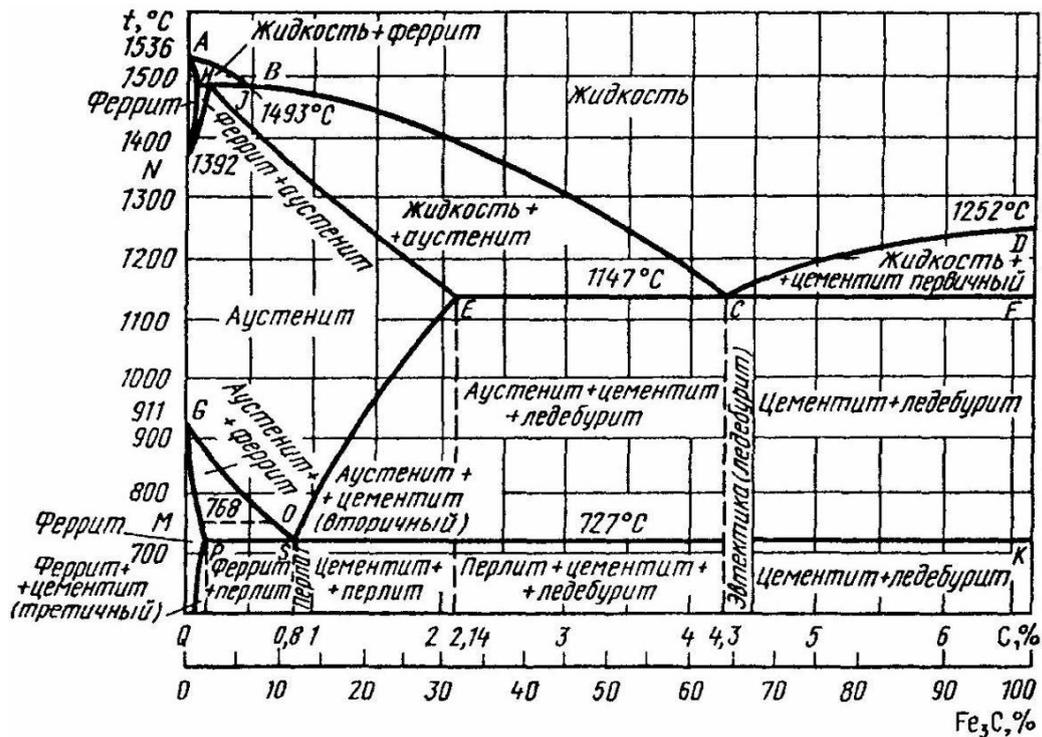

Рисунок 1 – Диаграмма состояния системы железо-углерод (железо-цементит). То же для сплава, содержащего 0,25 % С
75. Вычертите диаграмму состояния системы железо-углерод (железо-цементит) (рисунок 1). Укажите структурные составляющие во всех областях диаграммы. Постройте кривую охлаждения (с применением правила фаз) и опишите превращения от жидкого состояния до нормальной температуры для сплава, содержащего 0,15 % С. Укажите структуру сплава при комнатной температуре, назовите сплав.